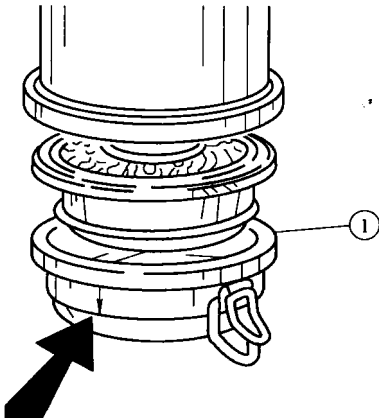

图 1-5 油浴式空气滤清器加注机油要求图
(2) 油浴式空气滤清器内加注机油 如该柴油机安装的是油浴式空气滤清器，在使用前，在图 1-5 所示的油碗 1 中加入与柴油机相同标号的机油至箭头标记处。注意，一定不要加得太多，否则可能导致柴油机排气管出口滴机油。
(3) 加注冷却液